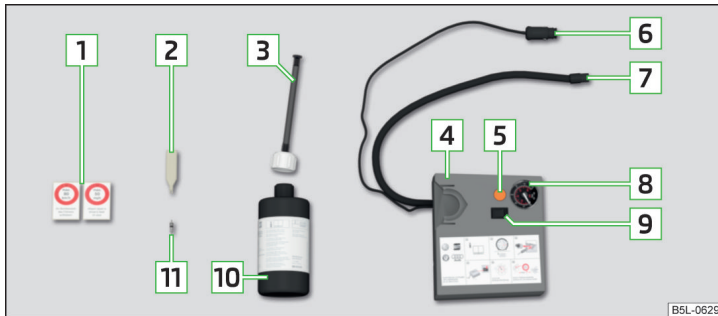

Abb. 187 Pannensetbeschreibung
- Den Ventileinsatzdreher [2] » Abb. 187 auf Seite 162 auf den Ventileinsatz stecken, sodass der Ventileinsatz in den Schlitz des Ventileinsatzdrehers passt.
- Die Flasche [10] » Abb. 187 auf Seite 162 einige Male kräftig hin und her schütteln.
- › Den Reifenfüllschlauch **7** » Abb. 187 auf Seite 162 fest auf das Reifenventil schrauben.
- › Den entsprechenden Aufkleber **1** » Abb. 187 auf Seite 162 auf die Schalttafel im Sichtfeld des Fahrers kleben.